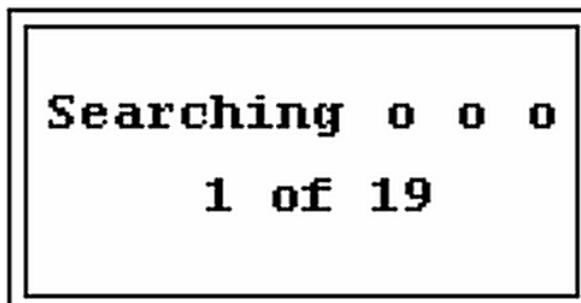
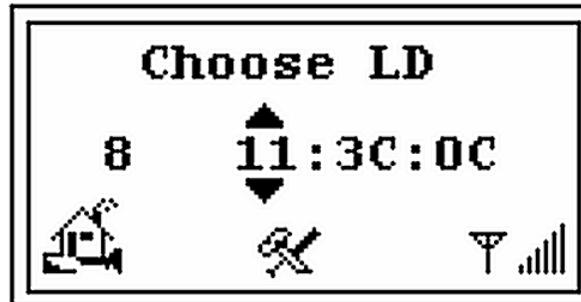

Figura 2-23 Schermata Searching (Ricerca in corso)
Figura 2-24 Schermata Choose LD (Selezione LD)
6. Premere **Enter** (Invio) per visualizzare la schermata *Searching* (Ricerca) (Figura 2-23) seguita dalla schermata *Choose LD* (Selezione LD) (Figura 2-24).